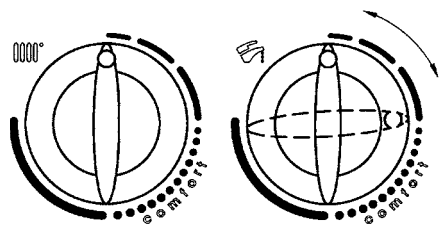

Figure 18B
- 2) lorsque le bouton 7 est sur cette position, le faire tourner 2 fois de suite rapidement ($\sim 1/4$ de tour) dans le sens des aiguilles d'une montre comme le montre la figure 18B.
- 2) lorsque le bouton 7 est sur cette position, le faire tourner deux fois de suite rapidement ($\sim 1/4$ de tour) dans le sens des aiguilles d'une montre comme le montre la figure 18B.